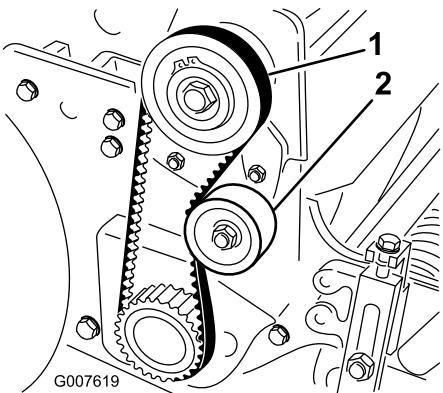

Figure 29
2. Contrôlez la tension en exerçant une force de 1,8 à 2,3 kg à mi-distance entre les poulies (Figure 29). La courroie doit présenter une flèche de 6 mm.
A. Desserrez l'écrou de fixation de la poulie de tension et faites pivoter la poulie dans le sens horaire contre l'arrière de la courroie jusqu'à ce que vous obteniez la tension voulue (Figure 29).